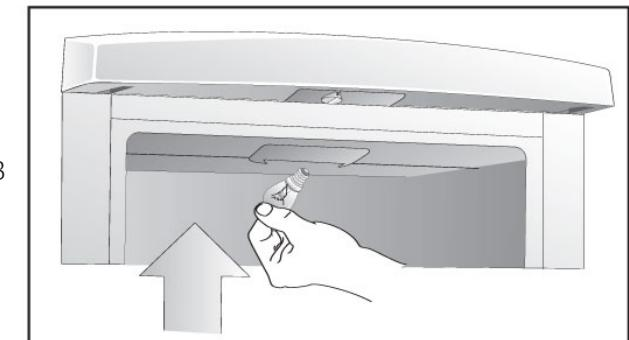

fig. 3B
- Remplacer par une ampoule **15W maxi./E14/230V** (fig.3B).